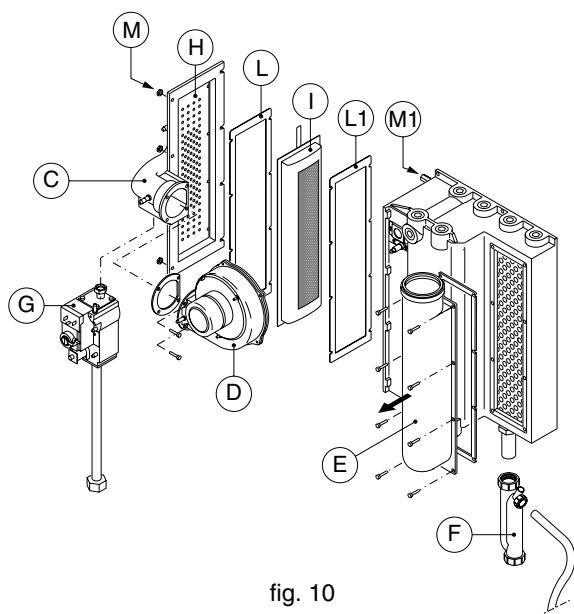
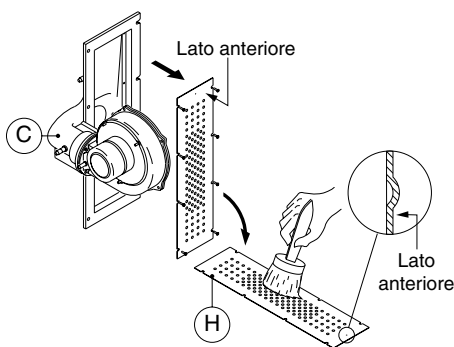
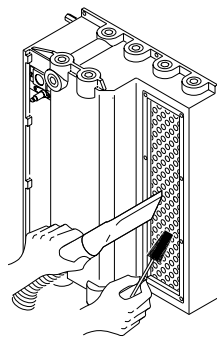

fig. 10
fig. 11
fig. 13
- Per liberare il convogliatore C degli elementi (fig. 10), staccare i collegamenti pneumatici, togliere la valvola gas G, scollegare il cavo dell'elettrodo di accensione e del ventilatore, togliere i dadi M ed allentare i dadi M1; dopo aver sfilato il convogliatore C si può accedere ora alle parti interne. Il distributore H e' fissato al convogliatore C; questo deve essere tolto e pulito (fig. 11); **Attenzione:** il distributore é marcato con una piccola bugna al fine di indicarne il giusto verso di montaggio; questa deve essere posizionata come indicato in figura.
- Staccare la cassa fumi E dal corpo caldaia (fig. 10) e, aiutandosi con una spazzola e un'aspirapolvere, pulire tra i piolini di scambio (fig. 13).
- Staccato il sifone F (fig. 10), togliere le parti 1, 2, e 3 (fig. 15); controllare che nel tappo 2 non ci siano depositi, eventualmente asportarli. Con una spazzola pulire i canali del sifone.